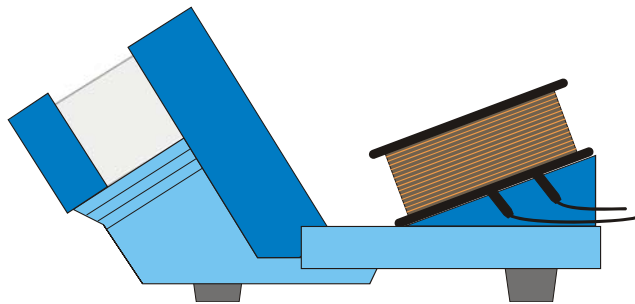

Fig. 2 Montagem da bobina adicional com suporte de tubo S (1014525)
- Colocar a bobina sobre a face inclinada do suporte de tubo S de modo que os conectores deslizem dentro da fenda prevista para tal (ver fig. 2).